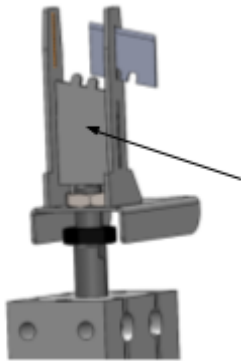

Abbildung 13
Schritt 5: Wenn der Messerhalter abgeschraubt wird, senkt sich die Verriegelungsplatte und das Messer kann seitlich herausgeschoben werden (Abbildung 13).